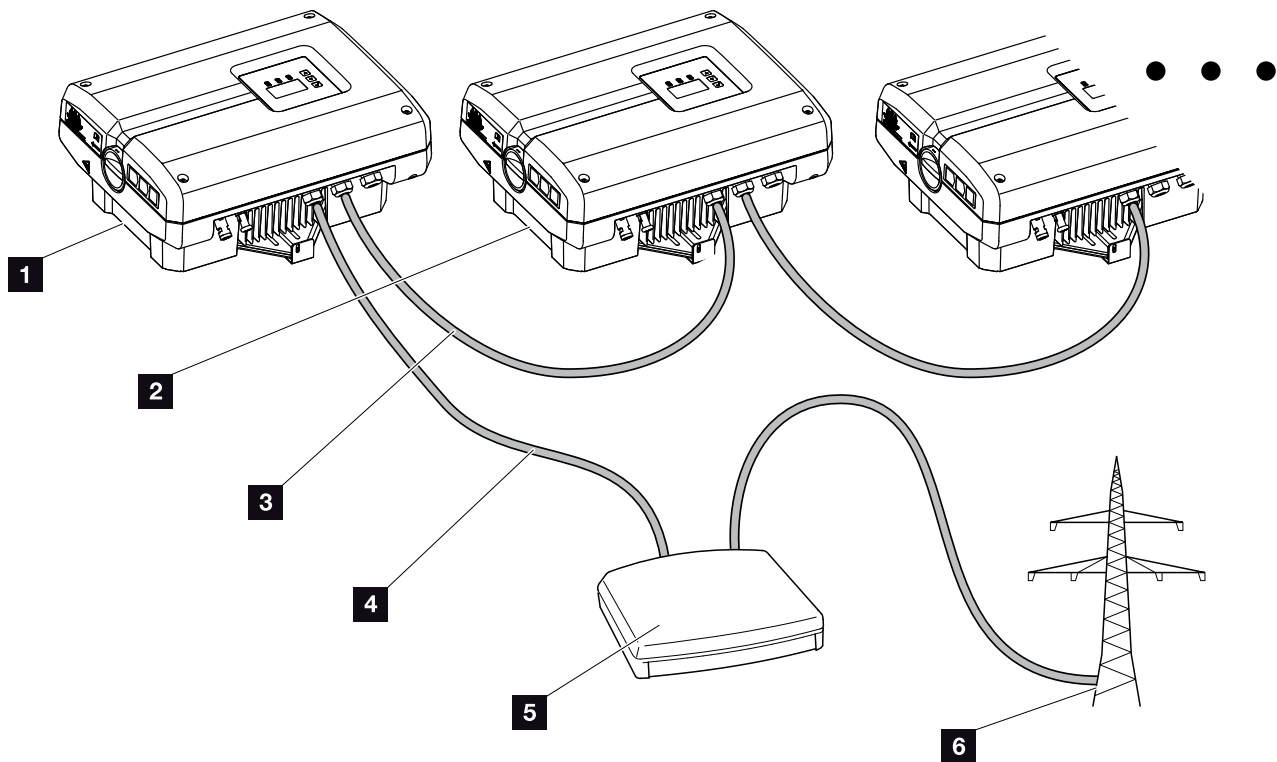

Fig. 54: Configuración del receptor de telemando centralizado con varios inversores (conexión Ethernet)
2. Conectar todos los inversores a través de las conexiones Ethernet (RJ45) con un cable Ethernet o mediante RS485.  **Fig. 54**
3. Conectar el receptor de telemando centralizado al inversor maestro  **pos. 1** en el borne de conexión de la interfaz analógica (10 polos).
El receptor de telemando centralizado solo debe conectarse al inversor maestro.  **Fig. 54**